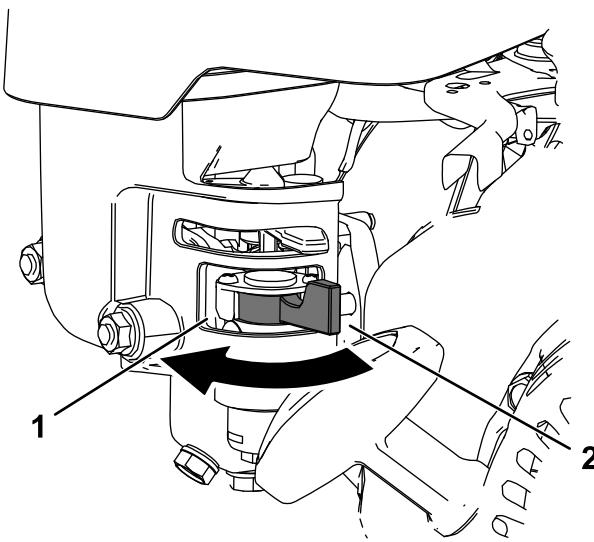

Figure 18
- Pour ouvrir le robinet d'arrivée de carburant, tournez le levier vers la poignée du lanceur (Figure 18).
- Pour fermer le robinet d'arrivée de carburant, tournez le levier dans la direction opposée à la poignée du lanceur (Figure 18).